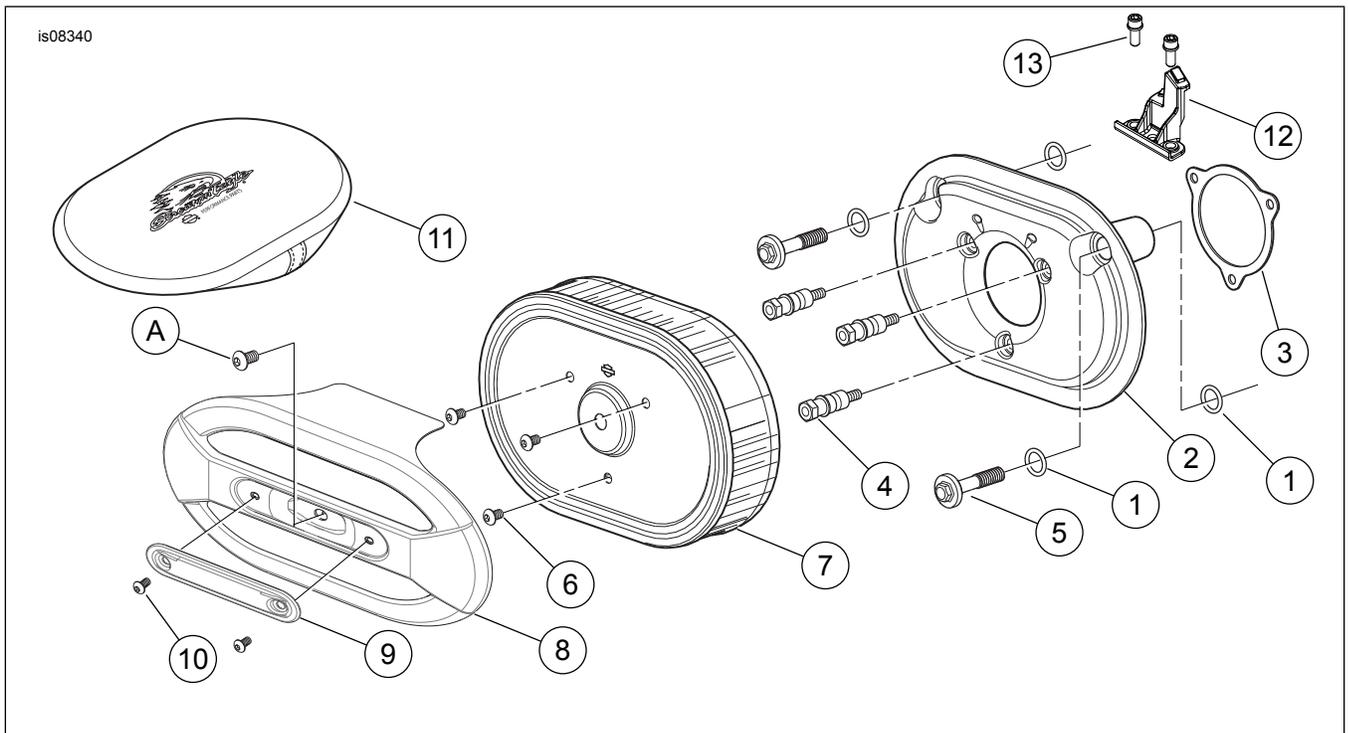

Figure 3. Pièces de rechange : kit de filtre à air Screamin' Eagle Ventilator Elite Performance
Voir Figure 3 et Tableau 1.
1. Voir Figure 3. Installer l'attache ACR (12) sur les bossages du module d'induction, là où le support était monté. Attacher avec les vis (13). Serrer les vis à un couple de 3,4–4,5 N·m (30–40 **in-lbs**).
3. Installer deux joints toriques (1) dans les gorges autour des trous de boulons de reniflard sur le côté module d'induction de l'ensemble de plaque arrière (2). Installer les deux autres joints toriques dans les encoches sur le dessous des têtes des boulons de reniflard (5).
4. Retirer la doublure du support adhésif du joint (3). Placer avec soin le côté adhésif du joint sur la plaque arrière. Aligner les trous de vis équidistants. Appuyer fermement sur le support pour le mettre en place.
5. Introduire les nouveaux boulons de reniflard (5) dans la plaque arrière.
8. Installer les goujons de montage du filtre à air (4) à fond dans la plaque arrière (2) jusqu'à ce que les filets de vis soient serrés dans le module d'induction. Laisser les fixations desserrées.
1. Voir Figure 3. Fixer l'élément du filtre à air (7) aux goujons de support du filtre à air (4) en utilisant les trois écrous TORX® (6) à fini brillant du kit. Serrer les vis à un couple de 6,2–6,8 N·m (55–60 **in-lbs**).
2. Appliquer du Loctite 243 (bleu) aux filetages de l'écrou de couvercle du filtre à air de l'équipement d'origine (A). Fixer le couvercle du filtre à air (8) à l'élément du filtre à air (7) avec la vis. Serrer la vis à un couple de 4,1–6,8 N·m (36–60 **in-lbs**).
3. Assembler l'insert du couvercle du filtre à air (9) au couvercle du filtre à air avec deux vis en chrome (10). Bien serrer.
1. Voir Figure 3. Retirer le couvercle de filtre à air (8) et inspecter l'élément de filtre (7) tous les 8.000 km (5000 mi), ou plus souvent dans des conditions poussiéreuses.